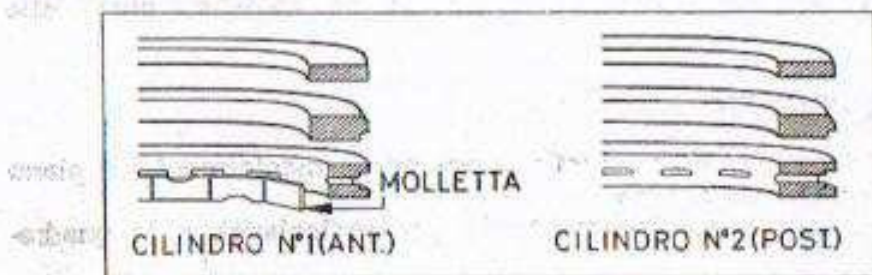

Fig. 18
- 3 - Segmento lubrificatore ROF \varnothing 62 x 3 x 2,2 con molletta di spinta (fig. 18).
- 3 - Segmento lubrificatore ROF \varnothing 62 x 3 x 2,8 senza molletta di spinta (fig. 18).